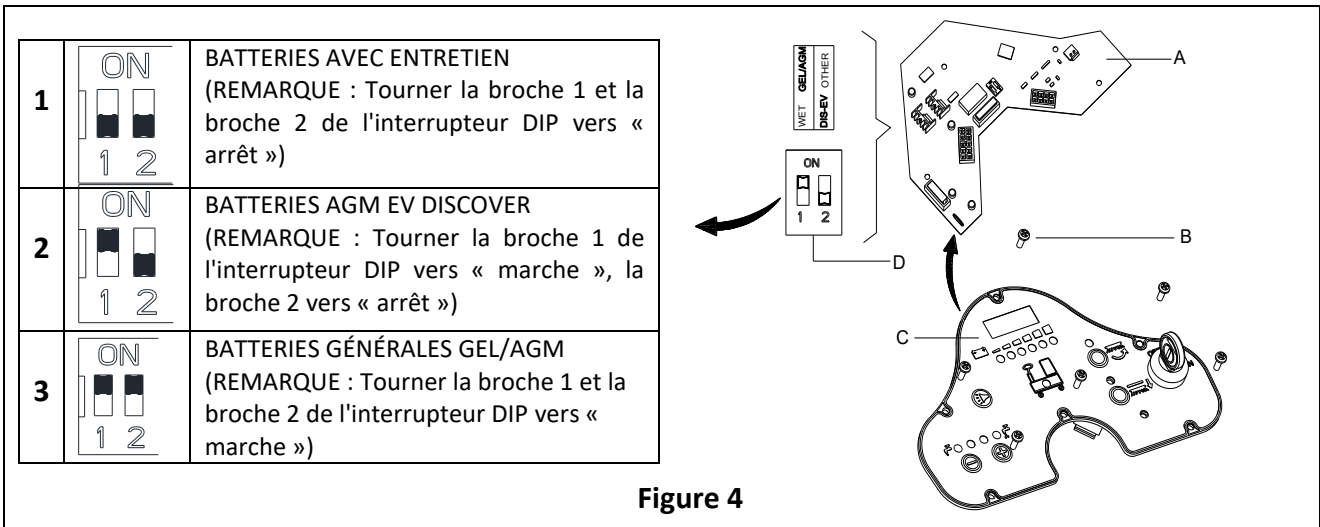

Figure 4
Lors de l'installation de nouvelles batteries, suivre la Figure 4 pour régler l'interrupteur DIP, sinon les batteries peuvent être endommagées à cause d'un mauvais réglage.
1. Insérer la clé de contact (40) et tourner vers « marche », faire attention aux points ci-dessous pendant les premières secondes de démarrage de la machine:
- Si le voyant vert (37) clignote, la machine est configurée pour utiliser des batteries GEL/AGM.
- Si le voyant jaune (33) clignote, la machine est configurée pour utiliser des batteries AGM EV Discover.
- Si le voyant rouge (32) clignote, la machine est configurée pour utiliser des batteries AVEC ENTRETIEN.
- Dévisser la vis (B, Figure 4) sur le panneau de contrôle, puis tourner le PCBA (A) sur le panneau pour trouver l'interrupteur DIP (D), suivre la Figure 4 pour les réglages DIP.